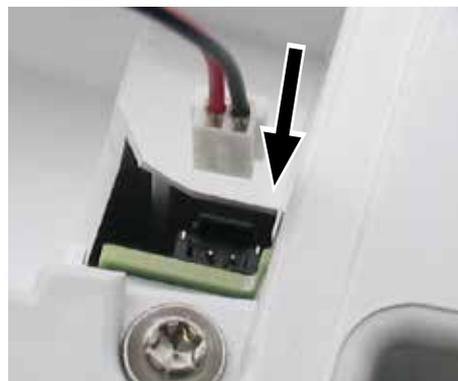

Fig. 3
**i** **Lors de la mise en service, brancher le câble de raccordement du boîtier d'accumulateurs sur l'appareil (Fig. 3).**